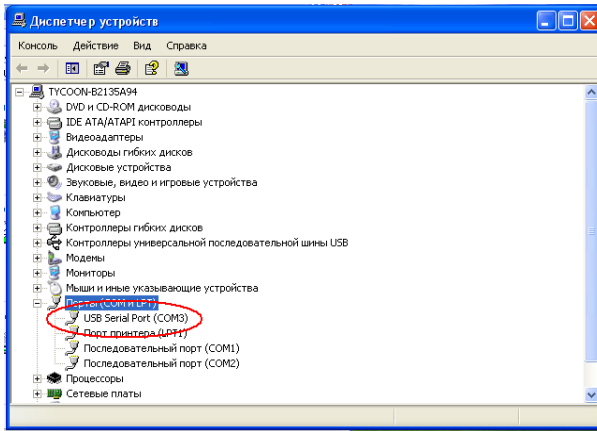

Рисунок 16
- В появившемся окне «Диспетчер устройств» выбрать раздел «Порты COM и LPT» и убедиться в наличии там устройства «USB Serial Port (COM3)» (см. рисунок 16). Номер COM-порта может быть любым другим.